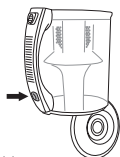

Abbildung 11
4. Lassen Sie die Bodenklappe aufgehen, indem Sie auf die Taste im Griff drücken (siehe Abbildung 11).